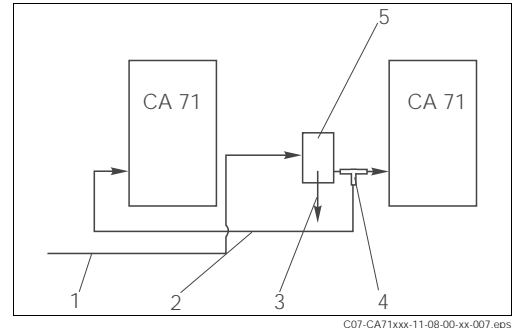

Fig. 9: Esempio di installazione
- Gli analizzatori devono essere collocati a distanza più breve possibile: linea di campionamento fra elemento a T e secondo analizzatore (Fig. 9, pos. 2) inferiore a 1,5 m